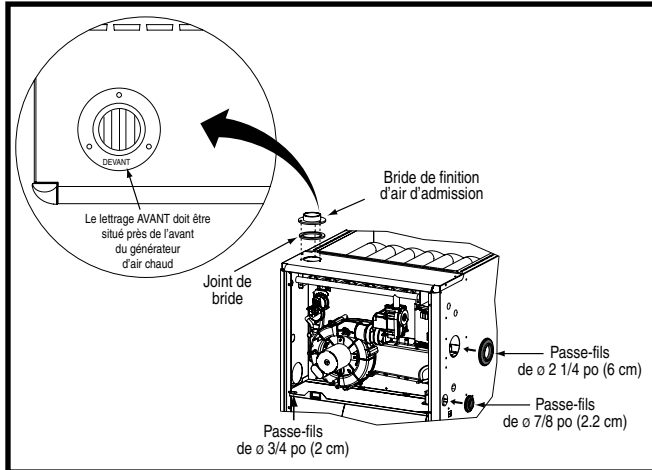
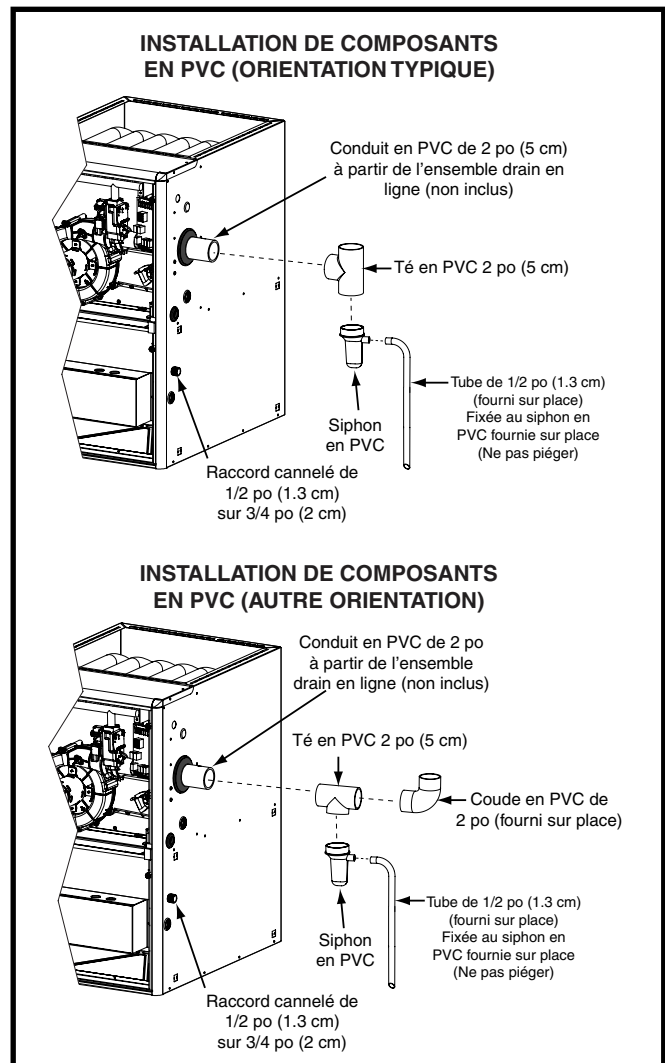

Figure 14. Bride de finition et passe-fils en caoutchouc
Figure 15. Composants en PVC
Les composants illustrés à la Figure 14 \(page 18\) et à la Figure 15 \(page 18\) sont inclus dans le sac de pièces supplémentaires fourni avec les générateurs d'air chaud *TE/*TN. Selon le type d'installation, certains de ces composants sont facultatifs et peuvent ne pas être utilisés. Veuillez vous reporter aux descriptions et aux figures d'accompagnement pour installer ces éléments.
2. Placer la bride de finition sur le dessus du joint d'étanchéité de bride. **REMARQUE:** S'assurer que la bride est bien orientée de façon à ce que le lettrage AVANT soit situé à proximité de l'avant du générateur d'air chaud, comme indiqué à la Figure 14.
Le passe-fils en caoutchouc de 2 1/4 po (5,7 cm) est utilisé pour assurer l'étanchéité de l'ouverture entre l'armoire du générateur d'air chaud et le conduit d'évent en PVC de 2 po (5 cm). Il faut installer le passe-fils en caoutchouc dans le trou de 3 po (7,6 cm) avant de sortir le conduit d'évent de l'armoire. Aucun produit d'étanchéité n'est requis. Consulter la Figure 14.
- Le conduit en PVC de 2 po (5 cm) illustré à la Figure 15 n'est pas fourni dans le sac de pièces supplémentaires.
Le té et le siphon en PVC de 2 po (5 cm) sont utilisés lorsque l'inducteur est orienté pour faire sortir l'évent du côté gauche ou du côté droit de l'armoire du générateur d'air chaud. Consulter la Figure 15.
1. Installer le té en PVC à la verticale sur le conduit d'évent de 2 po (5 cm) qui sort par le côté de l'armoire. Coller les deux éléments ensemble de façon permanente au moyen de l'apprêt et de la colle appropriés. Se reporter à l'orientation typique illustrée à la Figure 15.
1. Installer le té en PVC à l'horizontale sur le conduit d'évent de 2 po (5 cm) qui sort par le côté de l'armoire. Coller les deux éléments ensemble de façon permanente au moyen de l'apprêt et de la colle appropriés. Se reporter à l'autre orientation illustrée à la Figure 15.